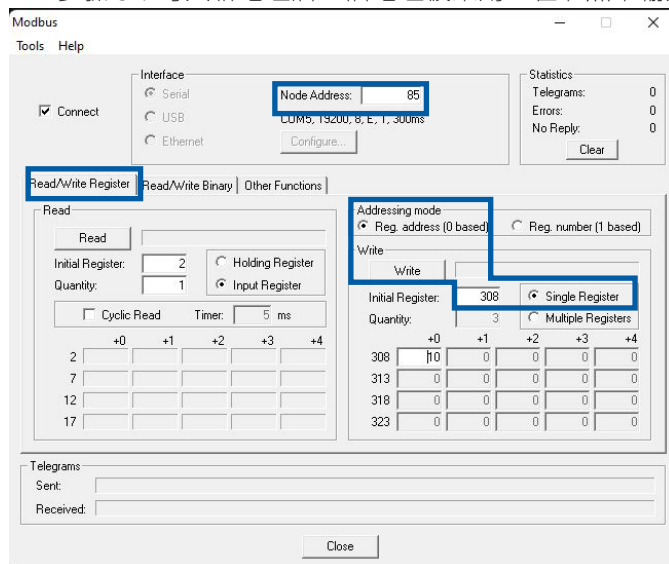

图19 - 写地址
- 步骤 2: 在寄存器 W(06) 0x0134 中输入新地址 (例如 10), 然后点击写入 (图 19)。